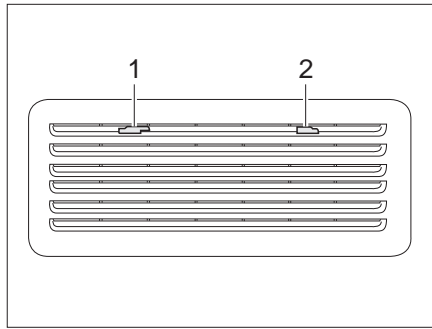
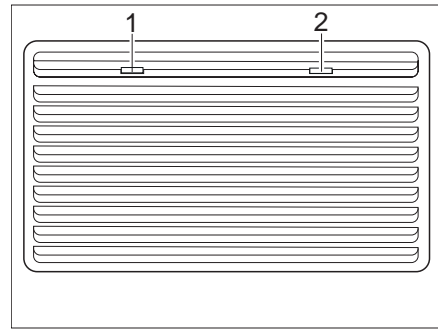

Bild 229 Kühlschrank-Lüftungsgitter (Thetford)
Bild 230 Kühlschrank-Lüftungsgitter (Thetford groß)
- Arretierungen (Bild 229,1 und 2 bzw. Bild 230,1 und 2) zur Mitte schieben.